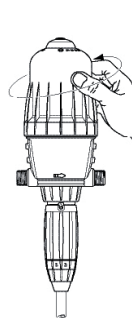

Fig. 16
- Desenroscar manualmente la campana y retirarla (Fig. 16).